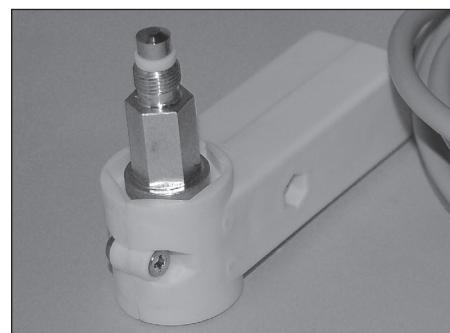

Figura 7
- Instalar el módulo disyuntor de alimentación, **Figura 7**, al calentador de agua tal como se indica. Luego de finalizar la instalación del módulo disyuntor de alimentación, enviar el cable conector a la unidad de control e insertar el conector entrelazado a la placa de circuito.